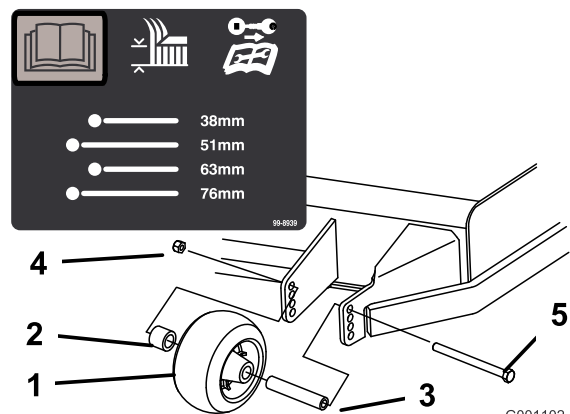
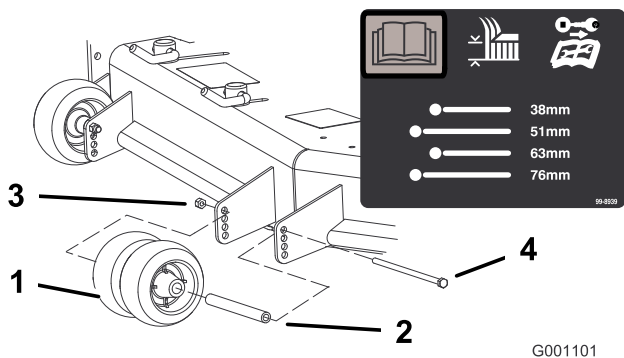
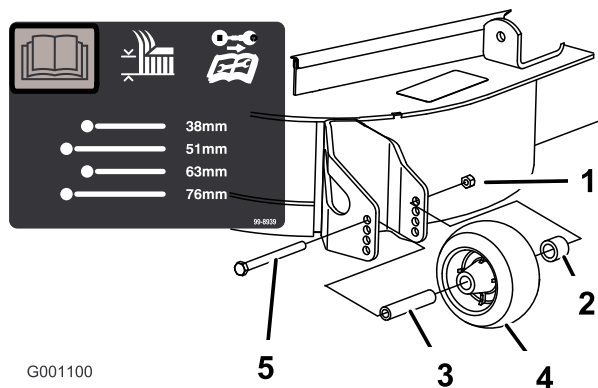

Figura 20
Figura 21
Figura 22
3. Después de ajustar la altura de corte, ajuste los rodillos retirando la tuerca con arandela prensada, el casquillo, el espaciador y el perno (Figura 20, Figura 21, y Figura 22).
Nota: Los dos rodillos centrales no tendrán espaciador (Figura 21).
5. Instale la tuerca con arandela prensada, el casquillo, el espaciador y el perno. Apriete a 54–61 N·m (Figura 20, Figura 21 y Figura 22).